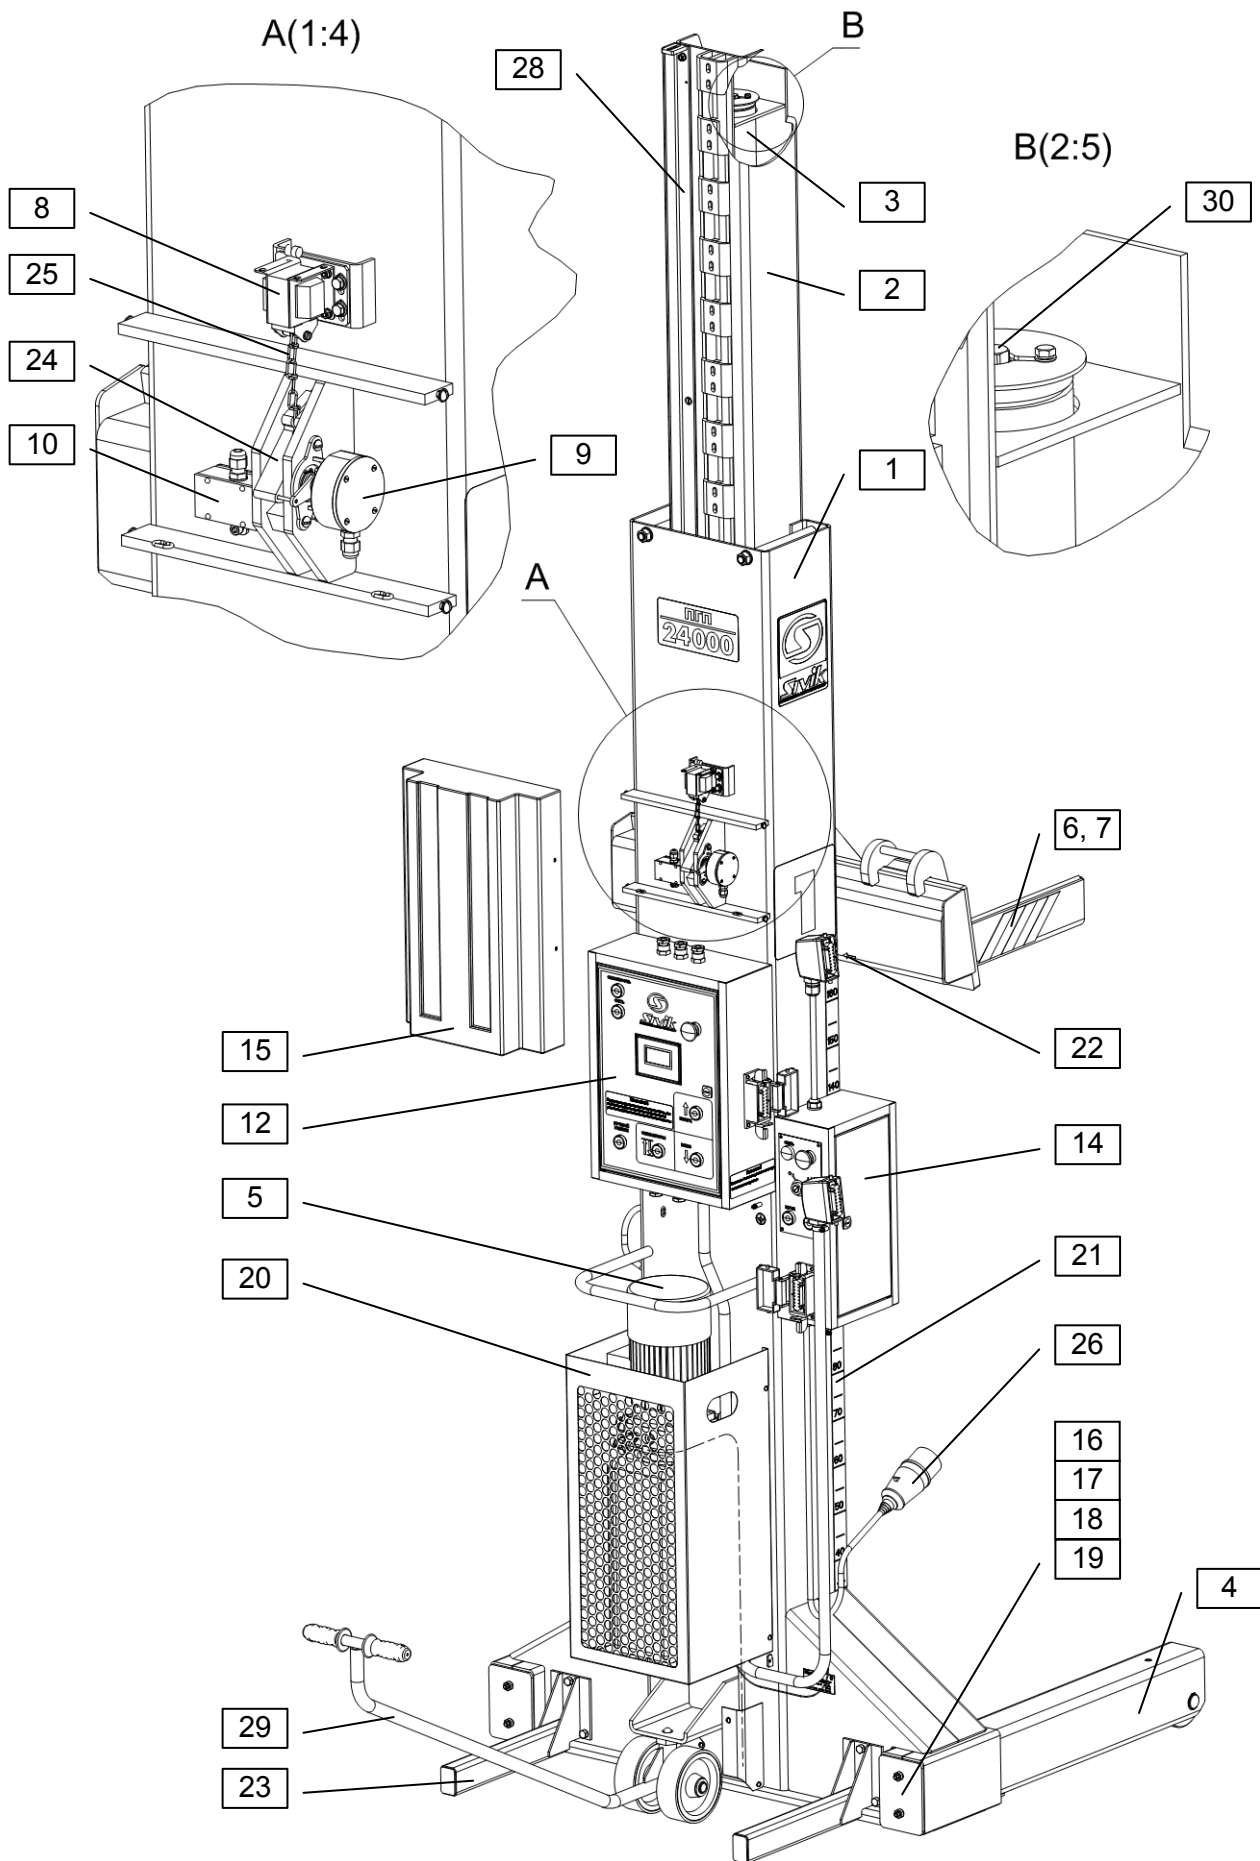
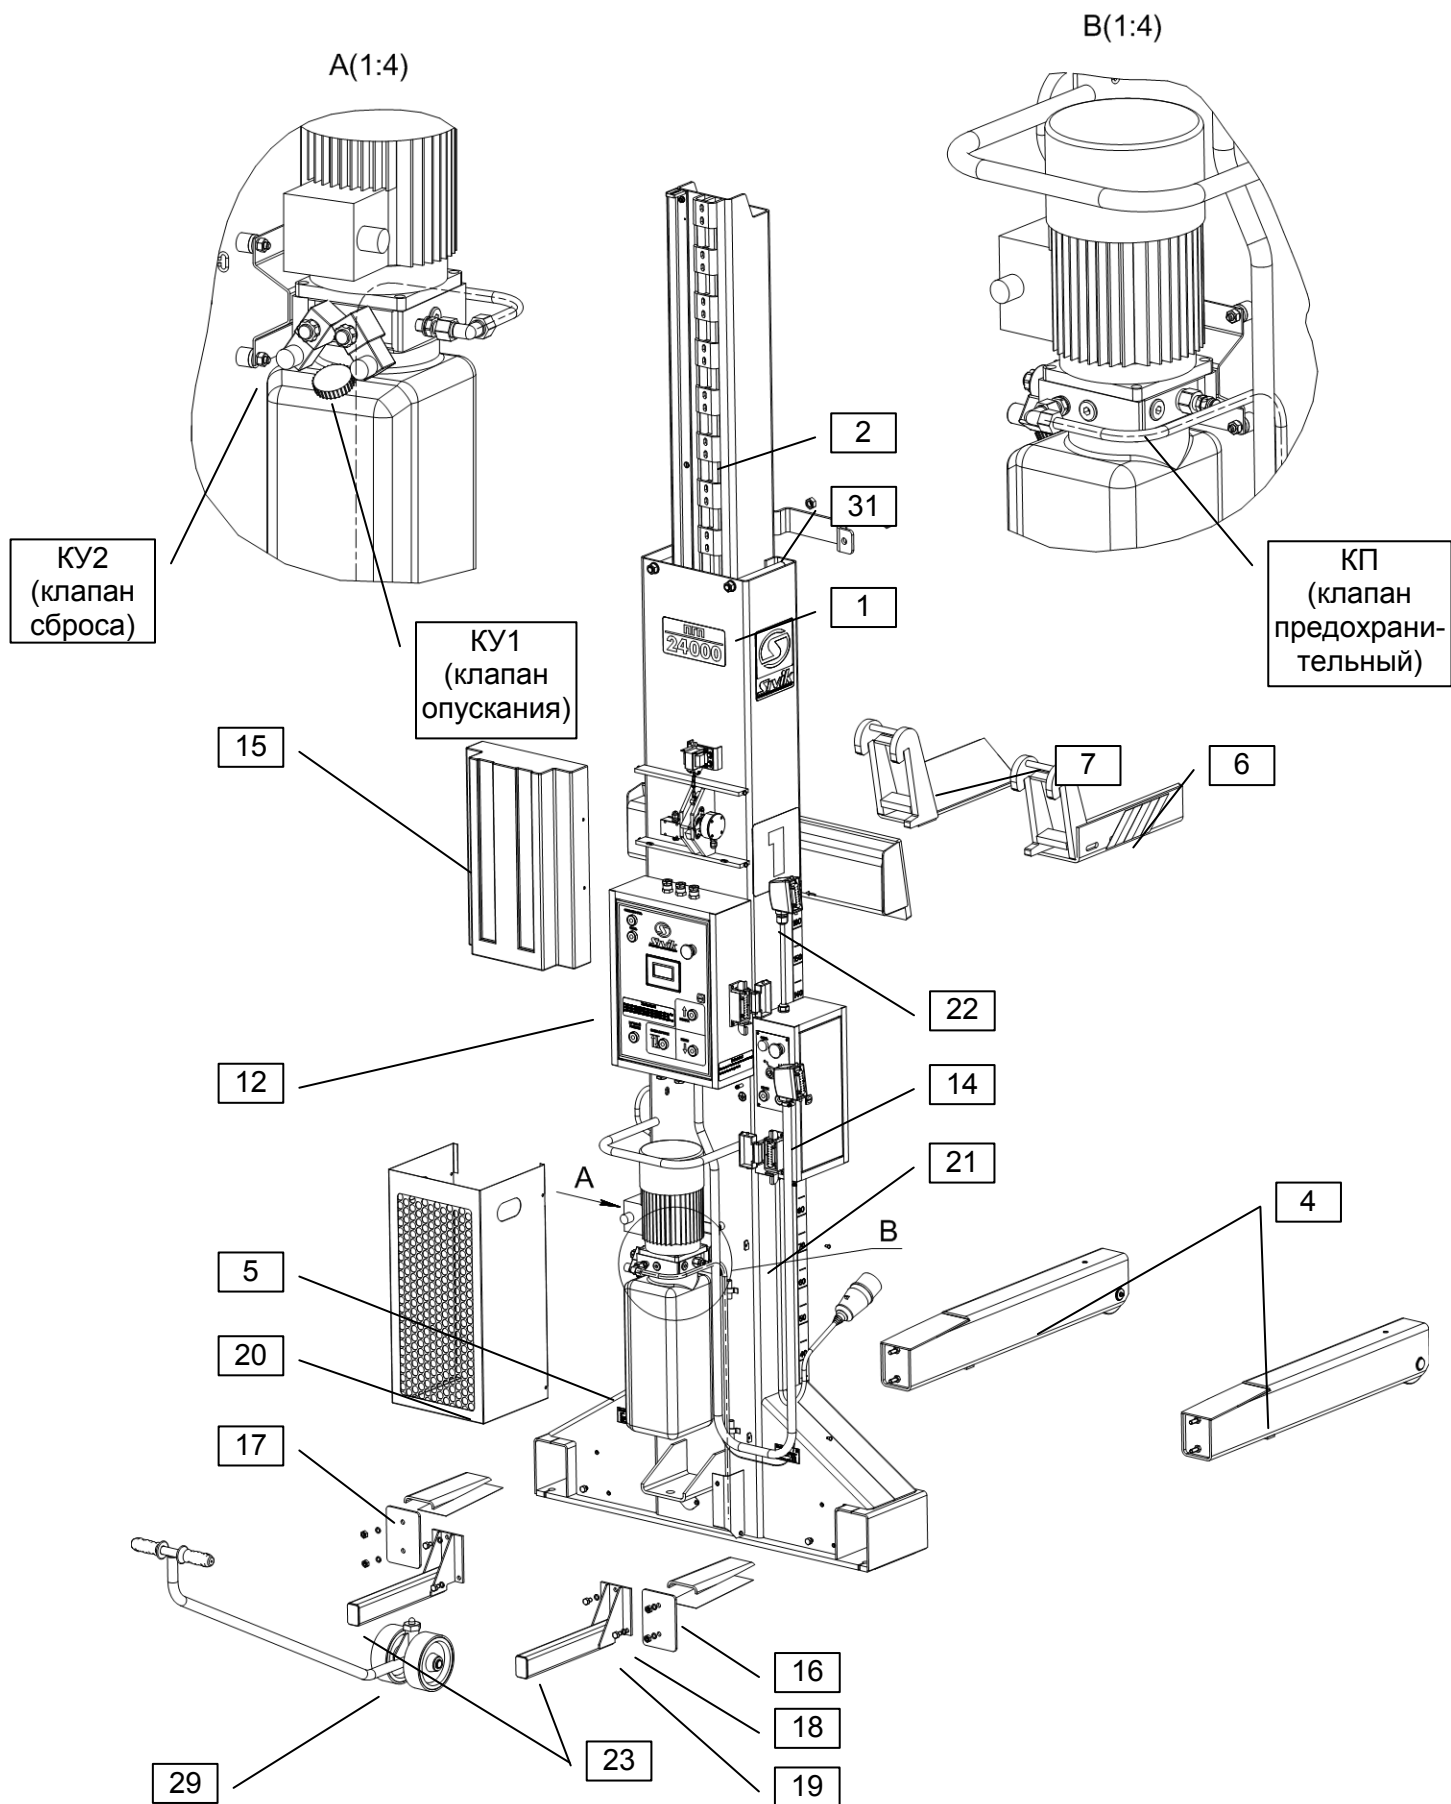
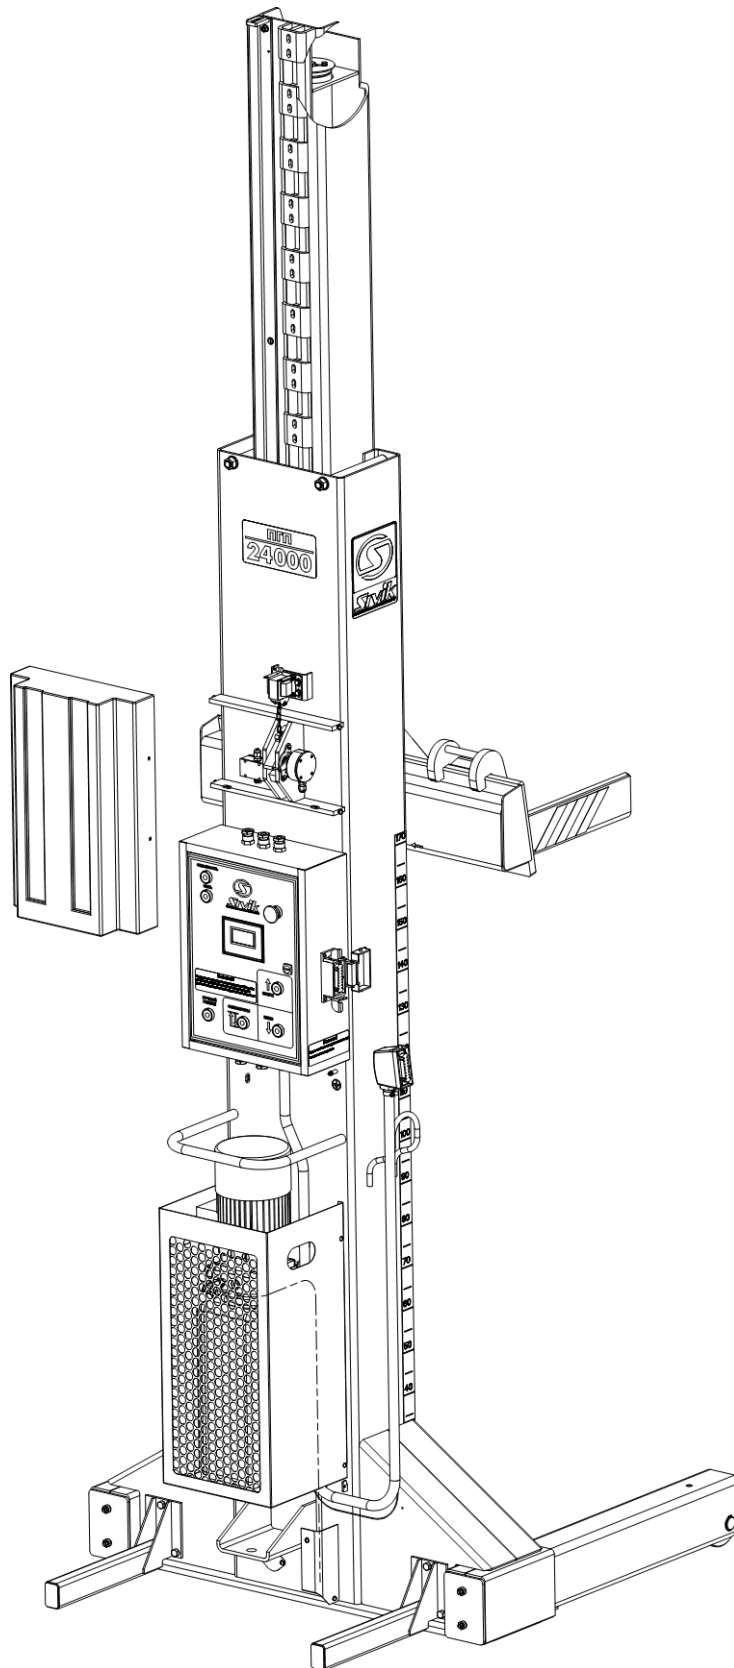
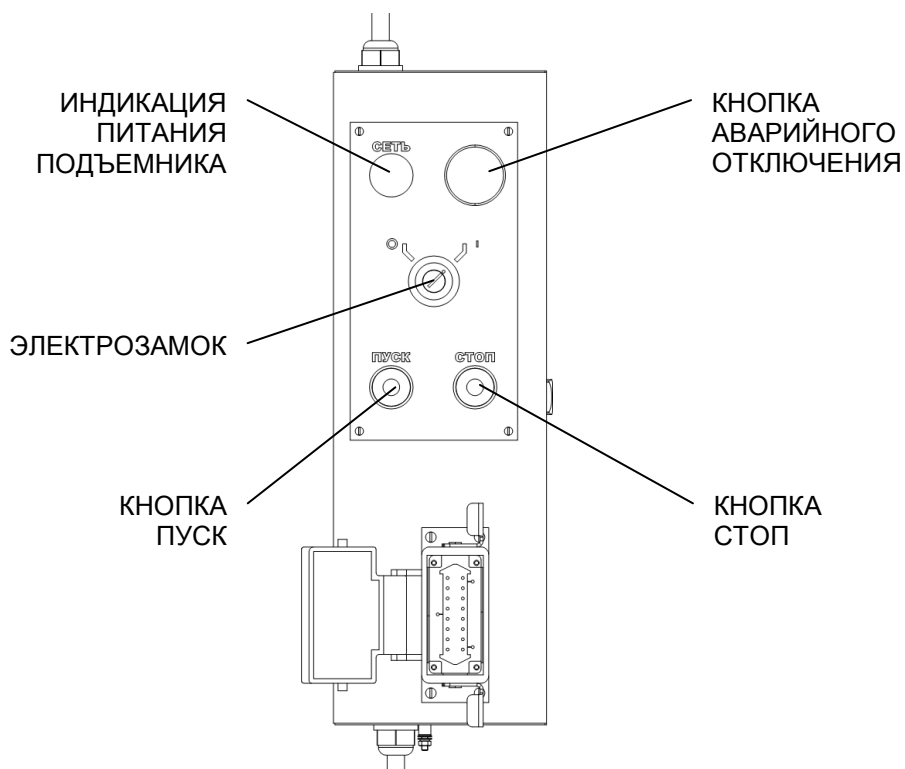

Рисунок 4.5 - Общий вид стойки главной №1 в сборе
Рисунок 4.6 - Общий вид стойки главной №1 – взрыв-схема.
Рисунок 4.7 - Общий вид стоек №№2, 3, 4, 5, 6
Рисунок 4.9 - Лицевая панель пульта распределения питания
4.2 Все стойки снабжены однотипными пультами управления 12, в каждом имеется контроллер синхронизации подъема/опускания и графический дисплей. На стойке главной №1 дополнительно установлен пульт распределения питания 14 с УЗО и электрозамком (Рисунок 4.9). Конструкция каждой стойки включает следующие основные узлы и детали (Рисунок 4.5, Рисунок 4.6, Рисунок 4.7):
Стойки перемещаются по полу с помощью тележки 29. Подхваты 6 и 7 легко регулируются на балке каретки в зависимости от диаметра колеса автомобиля. Гидроразводка стоек выполнена металлическими трубами согласно схемы гидравлической принципиальной (Приложение А). Клапаны предохранительные гидростанций настроены на заданное давление и опломбированы (рисунок 4.6 Рисунок). Силовой и управляющий кабели защищены от случайного повреждения армированным рукавом. Лицевая панель пультов управления показана на рисунке 4.8.